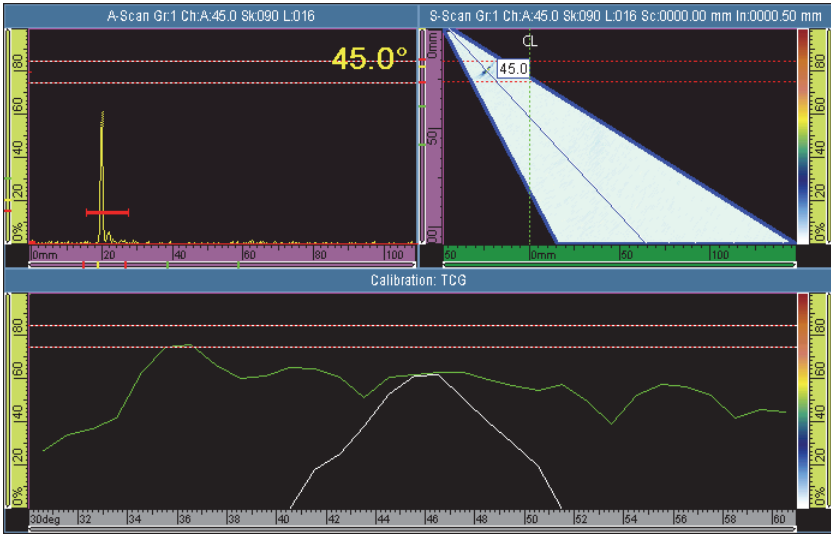

图 5-21 针对 PA 组, 在回波上设置闸门 A
- a) 在**起始**和**宽度**按钮中, 输入闸门 A 的起点和宽度, 使来自第一个反射体的信号从闸门中部穿出, 且闸门具有足够容纳整个信号的宽度 (参见第 126 页的图 5-21 中的 **A 扫描**视图)。
- b) 设置**阈值**数值, 使每个孔径的信号都穿出闸门, 如第 126 页的图 5-21 中的**校准: TCG**视图所示。